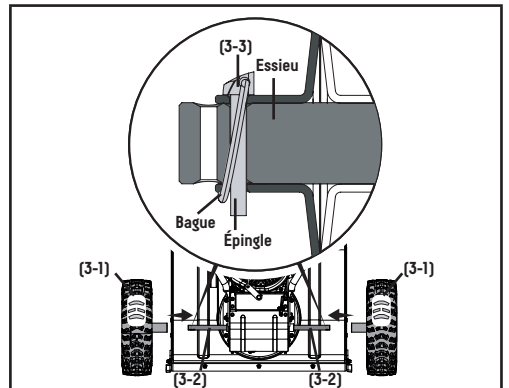

Figure 3
1. Glissez la roue (3-1) sur l'essieu (3-2) comme montré par la flèche. Le motif de la chape doit être face vers l'avant. Placez l'axe d'essieu (3-3) sur la roue. L'essieu possède un trou central pour fixer la roue à l'essieu (ce qui la relie à la transmission). Une fois inséré, pliez l'anneau autour de l'essieu pour le maintenir en place (Figure 3).